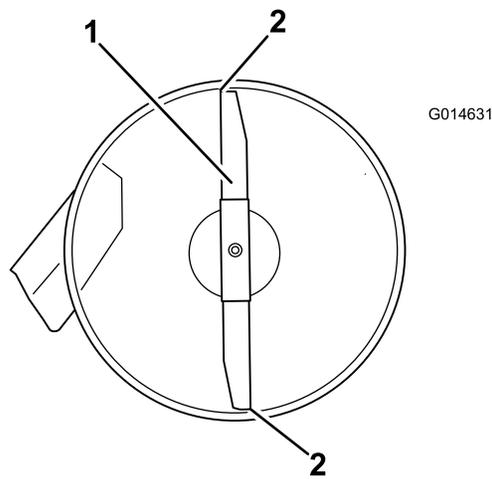
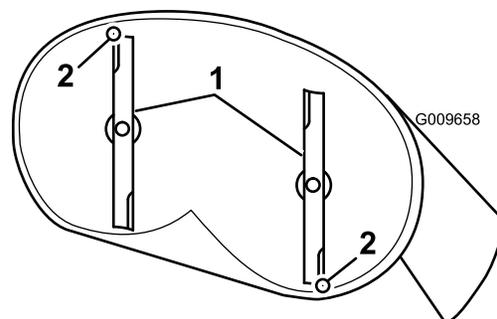

Figure 59
Figure 60
4. Faites pivoter les lames avec précaution pour faire passer les pointes avant à l'arrière (Figure 59 et Figure 60).
5. Mesurez la distance entre la pointe de la lame avant et la pointe de la lame arrière par rapport à la surface plane (Figure 59).
- 9. Une fois le réglage effectué, vérifiez à nouveau l'inclinaison avant/arrière des lames ; continuez d'ajuster l'écrou jusqu'à ce que la pointe avant de la lame soit de 1,6 à 7,9 mm plus bas de la pointe arrière (Figure 59).